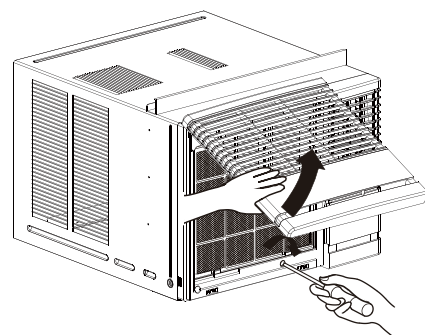

Fig.12
15. Tire hacia abajo la parrilla de entrada y asegúrela con un tornillo Tipo A ① a través de la parrilla frontal. (ver Fig. 12)